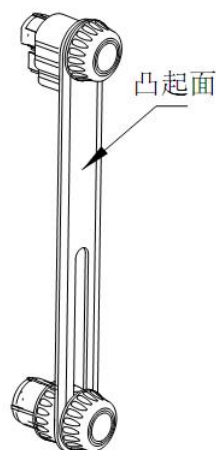

图 5
- a. 将挂环按如图 5 所示的方向和位置套进固定衣杆和被杆封口组件内。